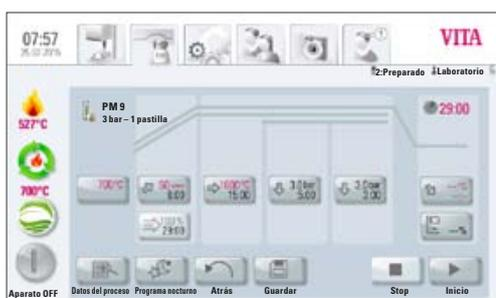

Fig. 2. Vista de programa / Curva de cocción
- Aceptar el valor con la tecla **OK**  o conservar el último valor con la tecla **Cancelar**  y volver a la curva de cocción (fig. 2).